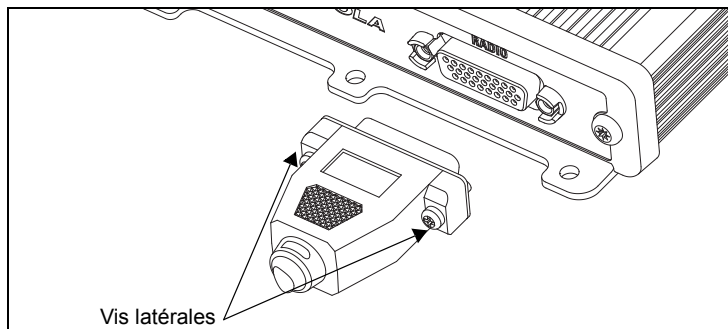

Figure 11 : installation du câble de socle à boîtier de raccordement
- Fixez le câble de socle à boîtier de raccordement (PMKN4169) ou le câble de socle à boîtier de raccordement avec câble de données USB (PMKN4170) au socle pour voiture en vissant les vis sur le connecteur du boîtier de raccordement du kit auto MTP6000 comme illustré sur la Figure 11.